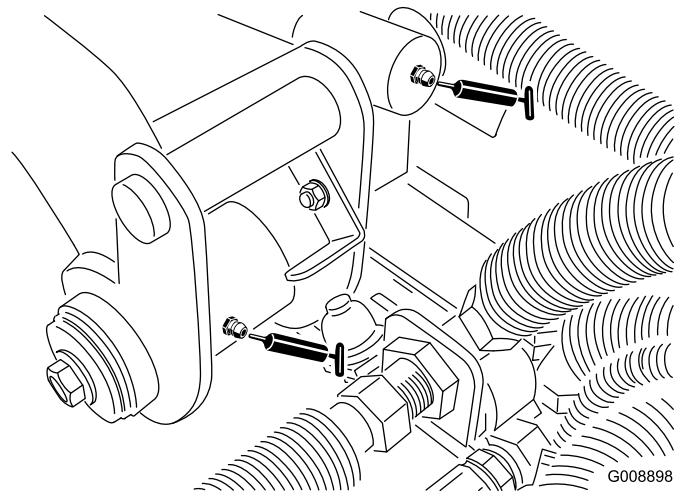

Bild 51
- Hintere Hubarm-Drehbüchsen und Hubzylinder (2) (Bild 51)